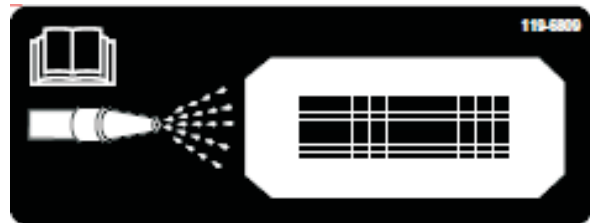
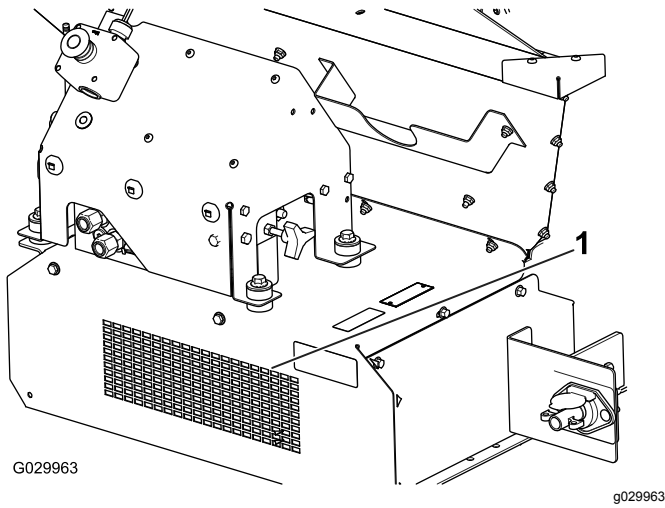

Figure 57
Figure 58
10. Trouvez l'autocollant de nettoyage sur l'avant de la machine (Figure 57) et arrosez au tuyau d'arrosage à travers la grille de protection avant jusqu'à ce que toute trace de matériau soit éliminée du panneau inférieur (Figure 58).